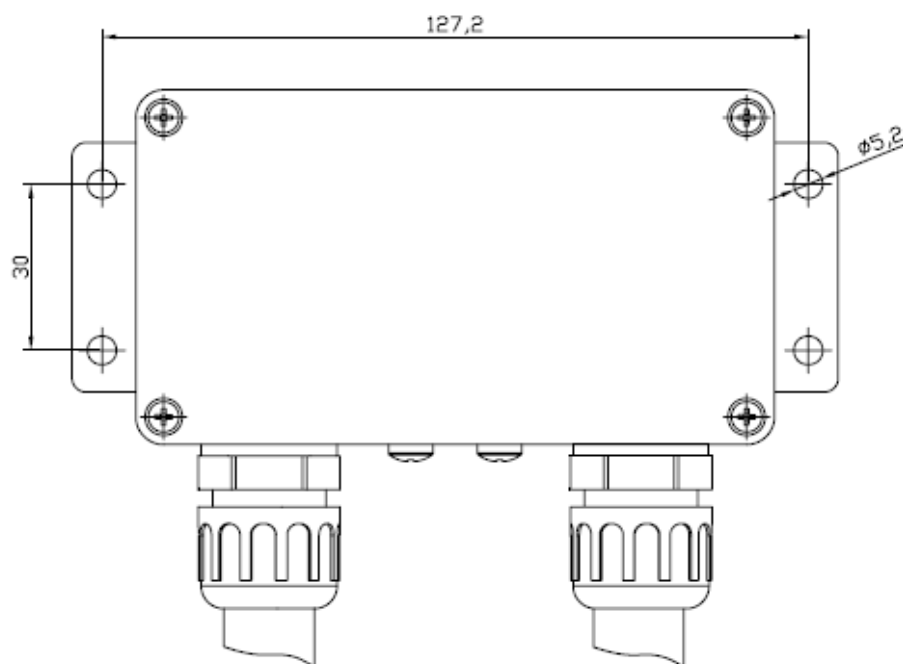

Рисунок 5
- 3) Крепеж БИС 20240 проводить саморезами или болтами согласно установочным размерам (Рисунок 5, Приложение Б).